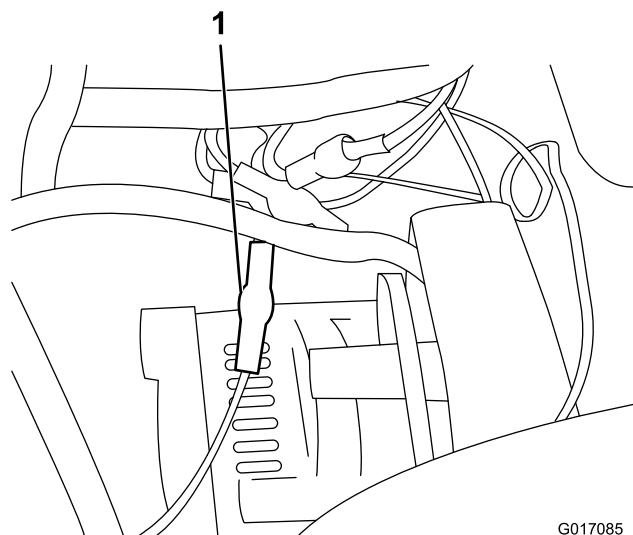

Figura 5
8. Conecte el cable a uno de los terminales del bloque de fusibles (Figura 5).